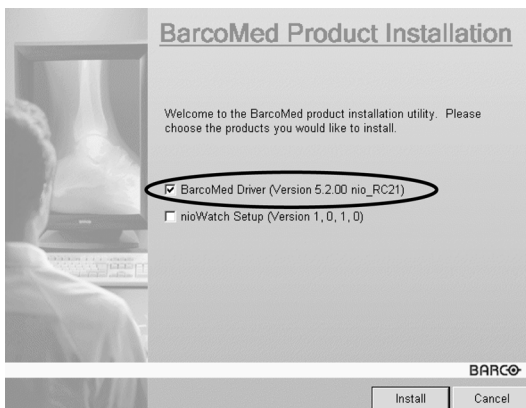

Figure 51
3. Assurez-vous que la case à cocher en regard du pilote est activée et que toutes les autres cases à cocher sont désactivées (figure 51 ci-dessous). Cliquez sur « **Install** » pour continuer.